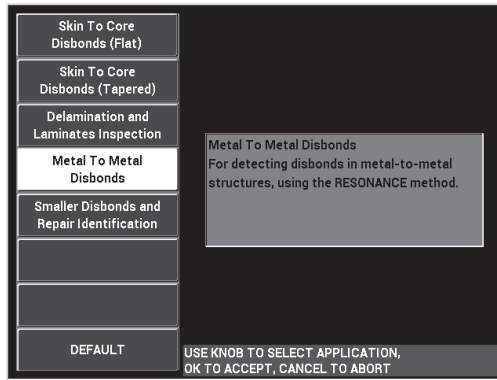

Figura 6-38 Aplicação para compósitos metal-metal
3. Selecione a aplicação **Metal To Metal Disbonds [Descolamento metal-metal]** e, em seguida, ✓ para aceitar (veja Figura 6-38 na página 157).